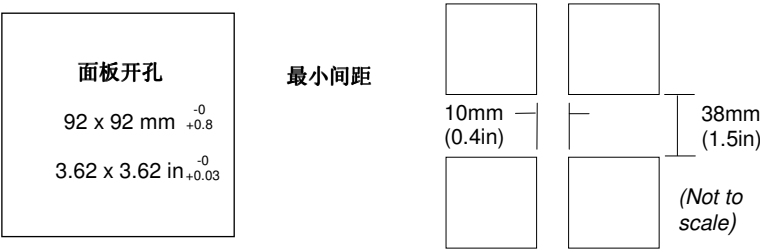

图 2-2:- 面板开孔尺寸和最小间距
1. 按图 2-2 的尺寸对9开孔，并保证仪表间的距离。确保仪表不会受到热源等的影响。